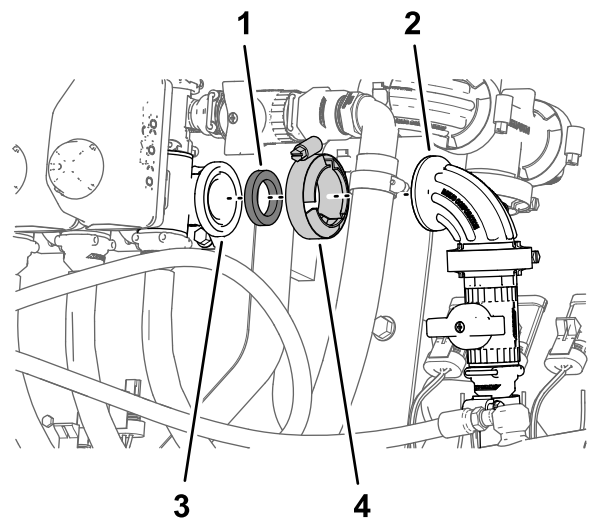

Bild 137
4. Montieren Sie das 90°-Anschlussstück des Abstellventils für den optionalen Handsprühstab oder die elektrische Schlauchtrommel mit der Flanschklammer und der Dichtung, die Sie in Schritt 1 entfernt haben, am Flansch des Düsenventils 10 und ziehen Sie die Klemme mit der Hand an (Bild 137).